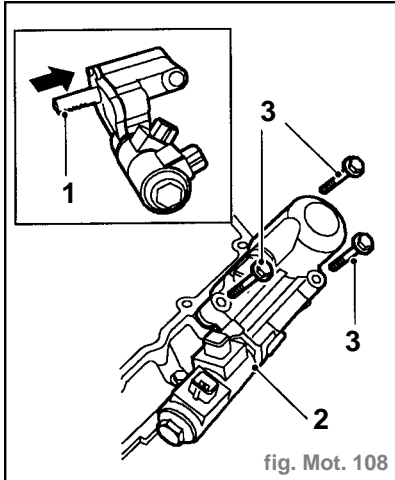

fig. Mot. 108
- Contrôler que le piston de commande hydraulique (1) est repoussé au sommet de son alésage et que les dents de crémaillère seront alignées avec l'arbre de commande lorsque le boîtier de commande sera en place (fig. Mot. 108).